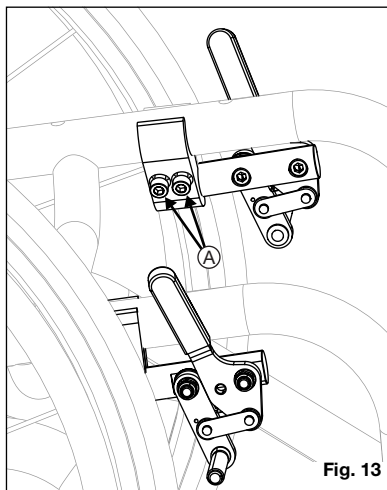

Fig. 13
1. Bruk en 5 mm unbrakonøkkel for å vri én av skruene i klemmen til den løper lett (mindre enn én omdreining). Se Fig. 13:A.